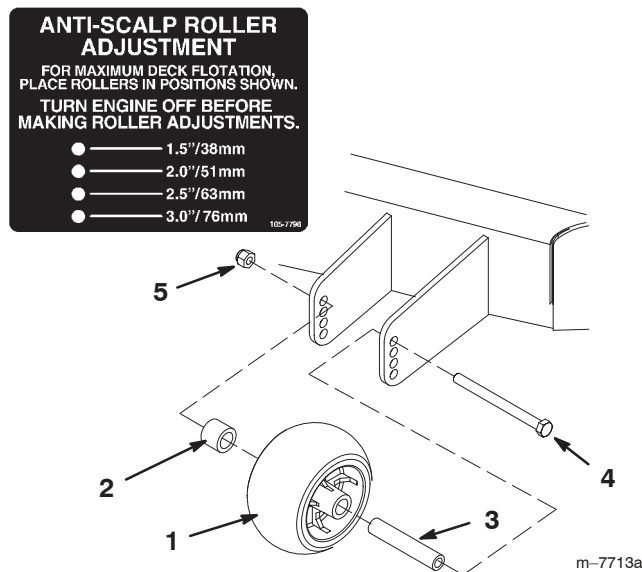

Figure 18
3. Lorsque la hauteur de coupe est réglée, enlevez l'écrou à collerette, la bague, l'entretoise et le boulon (Fig. 18).
4. Choisissez le trou qui convient pour que le galet extérieur se trouve le plus près possible de la hauteur de coupe correspondante voulue (Fig. 18).
5. Posez le galet extérieur, la bague, l'entretoise, le boulon et l'écrou (Fig. 18).